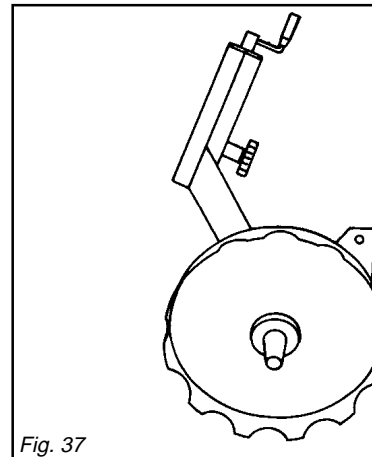
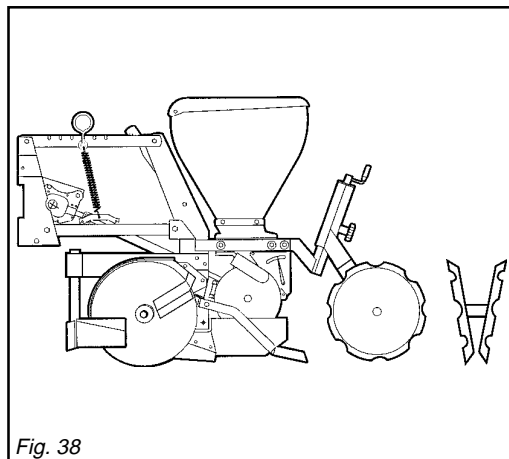
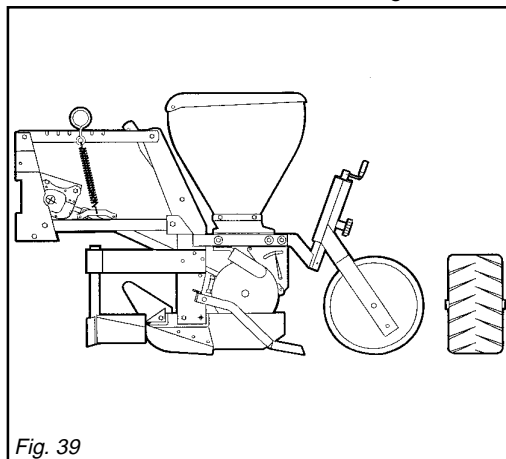
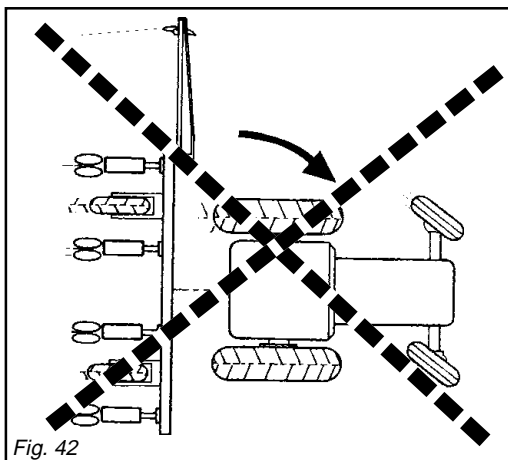

Fig. 37
Fig. 38
Fig. 39
Fig. 42
Les figures suivantes indiquent quelques types de modèles. Les Figures 38 et 39 montrent deux modèles du semoir pour ensemencements moyens et profonds
Nelle figure 38 e 39 è rappresentato in due versioni l'elemento seminatore per semine medio profonde (mais, girasole, soia). La versione in figura 38 è a doppio disco assolcatore con ruota di compressione da mm 370 piana in gomma.
Nelle versioni in figura 38 e 39 possono essere montate le ruote inclinate (Fig. 37) a «V» a larghezza variabile.
*In figures 38 and 39 two versions of the seeding element for medium deep seeding (corn, sunflower, soya) are shown. The version in figure 38 is a 370 mm flat rubber compression wheel double disk furrow opener.*
*The version in figure 39 is with the blade plus sod-breaker, with a 370 mm flat rubber compression wheel.*
*In the versions in figures 38 and 39 the "V"-sloped variable width wheels can be fitted (fig. 37).*
*The version in fig. 42 has no seed press wheel and is fitted with a 370 mm rear wheel.*
Version in Abb. 38 hat doppelte Säscharenreisserscheibe mit flacher 370 mm Gummidruckrolle.
Die Version in Abb. 39 ist mit Säschar und Klotenräumer ausgestattet und hat eine flache 370 mm Gummidruckrolle. Auf Versionen in Abb. 38 und 39 können schrägstehende V-Rollen mit variabler Breite (Abb. 37) montiert werden.
Die Version in Abb. 42 ist ohne kleines Samendruckrad und ist mit einer 370 mm Hinterrolle ausgestattet.
(maïs, tournesol, soja). Le modèle dans la Figure 38 est à double disque rayonneur avec roue de compression plate en caoutchouc de 370 mm.
Le modèle dans la Figure 39 est doté de hache-paille et diviseur de mottes, avec roue de compression plate en caoutchouc de 370 mm.
Dans les modèles des Figures 38 et 39 on peut assembler les roues inclinées (Figure 37) en V à largeur variable.
Le modèle dans la Figure 42 n'est pas doté de roulette presse-graines et a une roue arrière de 370mm.
representado, en dos versiones, el elemento sembrador para siembras de mediana profundidad (maíz, girasol, soya). La versión de la figura 38 es de doble disco surcador con rueda de compresión de 370 mm chata de caucho. La versión de la figura 39 es con hoz y divisor de terrones con rueda de compresión de 370 mm chata de caucho. En las versiones de la figura 38 y 39 se pueden montar las ruedas inclinadas (Fig. 37) en «V» de ancho variable. En las figuras 40 y 41 se muestra el elemento sembrador en dos versiones para siembras superficiales (remolachas). La versión de la figura 40 es con balancín estándar con ruedas de caucho: la delantera tiene perfil combado de 280 mm, la trasera tiene perfil cóncavo de 290 mm y también la ruedecilla intermedia aplastasemilla es de caucho. La versión de la fig. 42 no tiene ruedecilla aplastasemilla y tiene montada una rueda trasera de 370 mm.
- Evitare di effettuare curve con la macchina interrata, ne tantomeno lavorare in retromarcia (Fig. 42 e 43). Sollevarla sempre per i cambiamenti di direzione e per le inversioni di marcia.
*grounded, neither work in reverse (fig. 42 and 43). Always lift it when changing direction or reversing.*
Kurven vermeiden, und nie im Rückwärtsgang arbeiten (Abb. 42 und 43). Für die Richtungswechsel und Umsteuerungen die Maschine immer heben.
- *Eviter d'effectuer des virages si la machine est enterrée et de travailler à marche arrière (Figure 42 et 43). Soulever toujours la machine pour les changements de direction et pour les demi-tours.*
- Evitar que se efectúen curvas con la máquina enterrada y no trabajar en marcha atrás (Fig. 42 y 43). Elevarla siempre cuando se deberán efectuar cambios de dirección e inversiones de marcha.